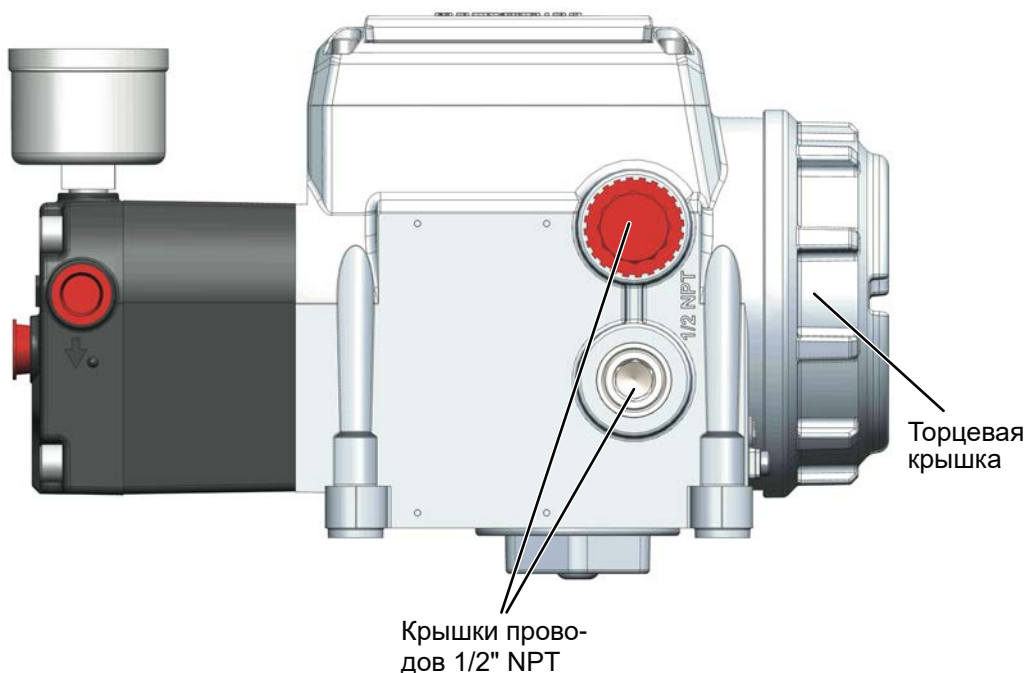

Рисунок 16 - Электрические сальники/кабельные вводы SVI3
2. Открутите торцевую крышку и снимите соответствующую пластиковую крышку 1/2" NPT (Рисунок 16).